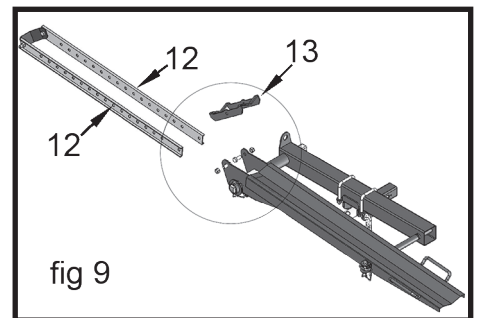

fig 9
1. Attach Sliding Side Channels and Wheel Cradle as shown in fig 9.
1. Fixez les glissières coulissantes latérales et le berceau de roue comme le montre la figure 9.